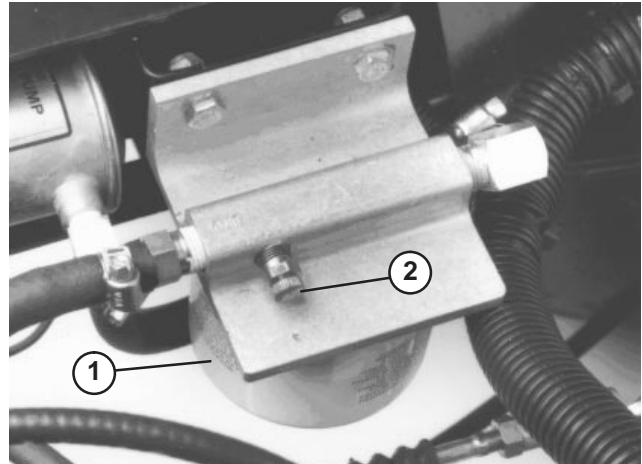

Figure 25
1. Desserrez la vis de purge en haut du filtre à carburant/séparateur d'eau (Fig. 25).